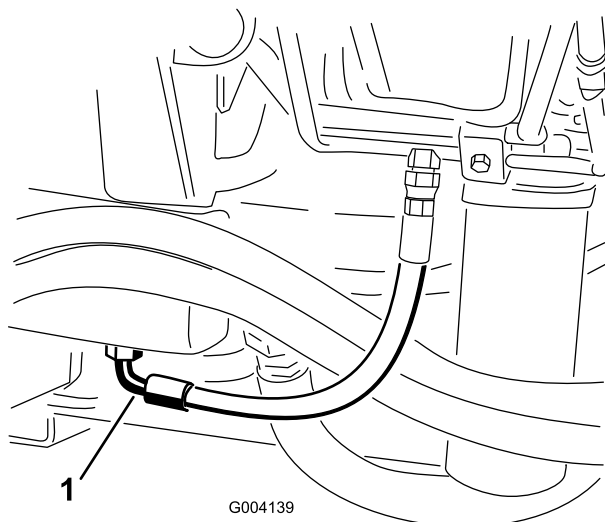

Figura 58
- Coloque un recipiente grande debajo del acoplamiento situado en la parte inferior del depósito de fluido hidráulico (Figura 58).